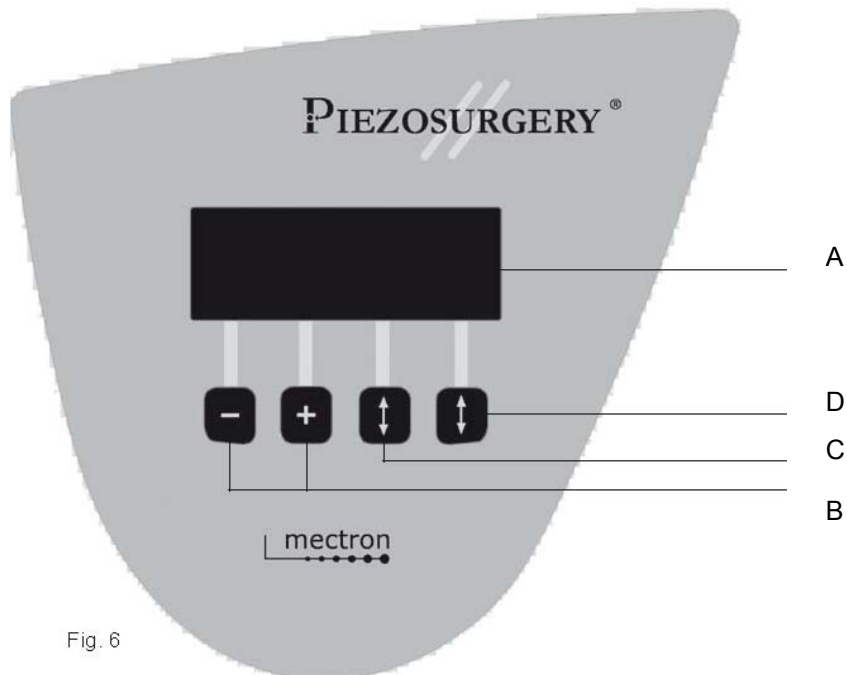
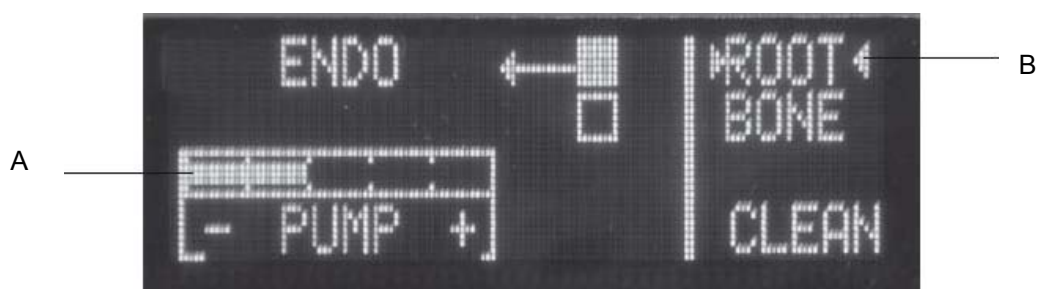

Fig. 6
Fig. 7
Dit deel beschrijft de onderdelen op het voorpaneel (Fig. 6) van de Piezosurgery, zodat u de bedieningstoetsen die in deze handleiding worden beschreven, meteen kunt vinden.
Het Piezosurgery apparaat kent twee verschillende vermogensmodi: dit zijn ROOT en BONE. Druk op de pijltjestoets (Fig. 6 – D) voor het benodigde vermogen. Het type vermogen dat gekozen is, wordt aangegeven tussen de twee aanwijzers (Fig. 7 – B).
**Apparaat in de ROOT modus Fig. 7** – Druk in de ROOT modus de toets voor vermogen in (Fig. 6 – C) om de volgende functies in te stellen:
Druk de + en – toetsen in voor het aanpassen van de productiesnelheid van de pomp (Fig. 6 – B). In de ROOT modus kunt u de snelheid instellen tussen nul en vijf. De display toont de gekozen snelheid (Fig. 7 – A).
**Apparaat in de BONE modus Fig. 8** – Druk in de BONE modus de toets voor vermogen in (Fig. 6 – C) om de volgende functies in te stellen:
Druk de + en – toetsen in voor het aanpassen van de productiesnelheid van de pomp (Fig. 6 – B). In de BONE modus kunt u de snelheid instellen tussen een en vijf. De display toont de gekozen snelheid (Fig. 8 – A).
Om de CLEAN functie te activeren, houdt u de toets voor het selecteren van het vermogen 5 seconden ingedrukt (fig.6 – D). Het volgende bericht verschijnt in de display: **“Footswitch to start or a key to abort”**. Dit betekent dat de gebruiker de voetschakelaar moet indrukken om de reinigingscyclus te starten of een van de vier toetsen onder de display moet indrukken om de CLEAN functie te verlaten. Voor meer aanwijzingen m.b.t. de CLEAN functie, zie punt 06.1.
- 3) Om de CLEAN functie te activeren, houdt u de toets voor het selecteren van het vermogen 5 seconden ingedrukt (fig. 6 – D). Het volgende bericht verschijnt in de display: "Footswitch to start or a key to abort".